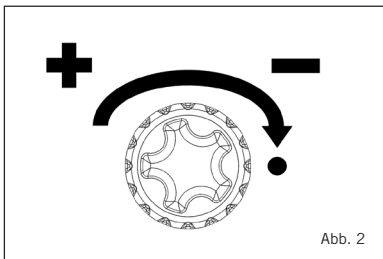

Abb. 2
- Drehen Sie den Bedienelement auf dem Power Pak entgegen der Uhrzeigerichtung, um den Gasdurchsatz zu erhöhen (Abb. 2).